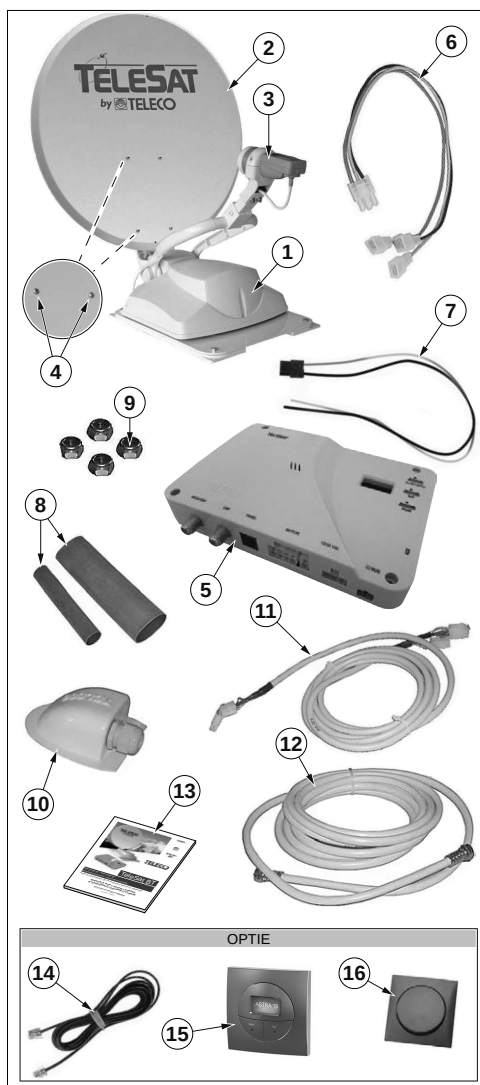

Fig. 1
- Één verpakking waar alleen de schotel in zit ("Fig. 1" - 2).
Ga na of het schotelblad ("Fig. 1" - 2) tijdens het transport niet beschadigd is door het volgende te controleren:
Gemotoriseerde buitenunit	("Fig. 1" - 1)
Schotel	("Fig. 1" - 2)
4 schroeven en 4 zelfbor- gende moeren	("Fig. 1" - 4)
Bedieningsunit	("Fig. 1" - 5)
Voedingskabel	("Fig. 1" - 6)
Krimpkousen	("Fig. 1" - 8)
4 zelfborgende M6 moeren	("Fig. 1" - 9)
Waterdichte kast voor doorvoer kabels	("Fig. 1" - 10)
Verlengsnoer motorverbindingskabel gemotoriseerde buitenunit/bedieningsunit	("Fig. 1" - 11)
Verlengsnoer coaxverbindingskabel gemotoriseerde buitenunit/bedieningsunit	("Fig. 1" - 12)